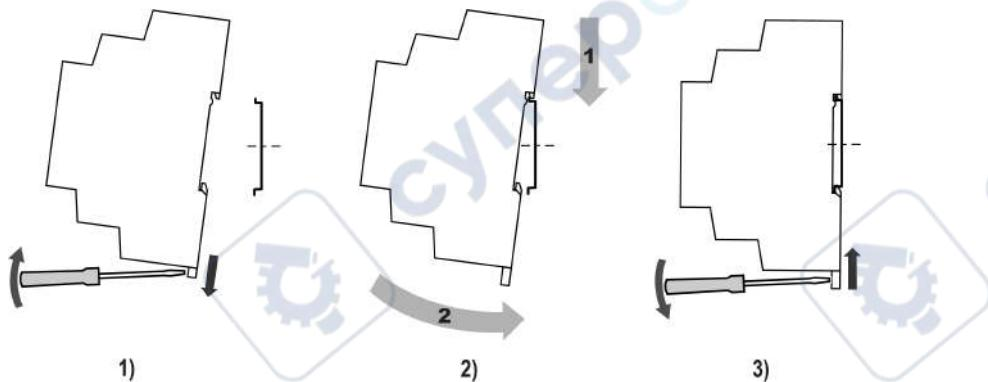

Рисунок 4.1 – Установка прибора
- Вставить отвертку в проушину, оттянуть защелку рисунок 4.1, 1).
- Установить прибор на DIN-рейку в соответствии с в направлении стрелки 1 (рисунок 4.1, 2);
- Прижать прибор к DIN-рейке в направлении, показанном стрелкой 2. Зафиксировать защелку (см. рисунок 4.1, 3).